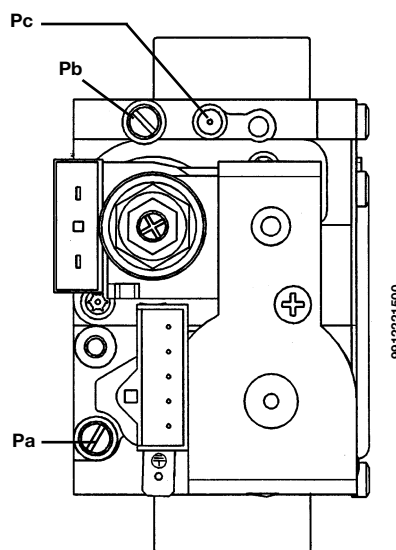

Figura 11
Le modalità di taratura del regolatore di pressione sono leggermente differenti a seconda del tipo di valvola del gas utilizzata (HONEYWELL o SIT vedi figura 11).
- collegare la presa di pressione positiva di un manometro differenziale, possibilmente ad acqua, alla presa di pressione (**Pb**) della valvola del gas (Figura 11). Collegare, solo per i modelli a camera stagna, la presa negativa dello stesso manometro ad un apposito "T" che permetta di collegare insieme la presa di compensazione della caldaia, la presa di compensazione della valvola del gas (**Pc**) ed il manometro stesso. (Una pari misura può essere effettuata collegando il manometro alla presa di pressione (**Pb**) e senza il pannello frontale della camera stagna); Una misura della pressione ai bruciatori effettuata con metodi diversi da quelli descritti potrebbe risultare falsata in quanto non terrebbe conto della depressione creata dal ventilatore nella camera stagna.
- verificare che la pressione dinamica di alimentazione della caldaia, misurata alla presa di pressione (**Pa**) della valvola del gas (Figura 11) sia quella corretta (**37 mbar** per il gas **propano** o **20 mbar** per il gas **metano**).